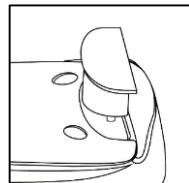

Рисунок 15
5. Вставте новий картридж проти накипу (рис. 15).